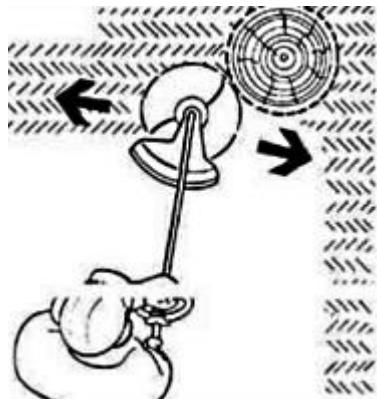

Рисунок 12
5.3.6 Не допускайте касания катушки и триммерной лески проволоки, камней, бордюров, твердых покрытий дорожек, заборов и подобных ограждений и предметов, так как это будет приводить к преждевременному износу (укачиванию) триммерной лески, повреждению катушки или получению травм пользователем. Не допускайте касания рабочим инструментом стволов деревьев, кустарников и других насаждений для предотвращения их повреждения (рисунок 12).